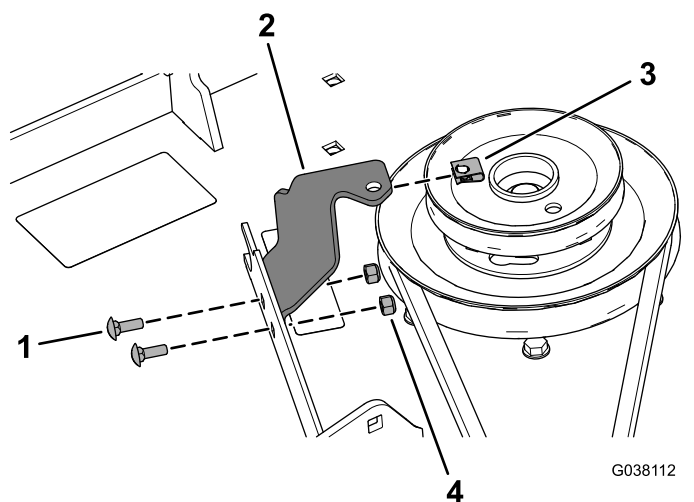

Figura 24
12. Instale el soporte de la cubierta de la correa a la carcasa de corte con 2 pernos de cuello cuadrado ($\frac{1}{4}$ " x $\frac{3}{4}$ ") y 2 contratueras ($\frac{1}{4}$ "), como se muestra en la Figura 24.
13. Instale la tuerca rápida en el soporte de la cubierta de la correa (Figura 24).